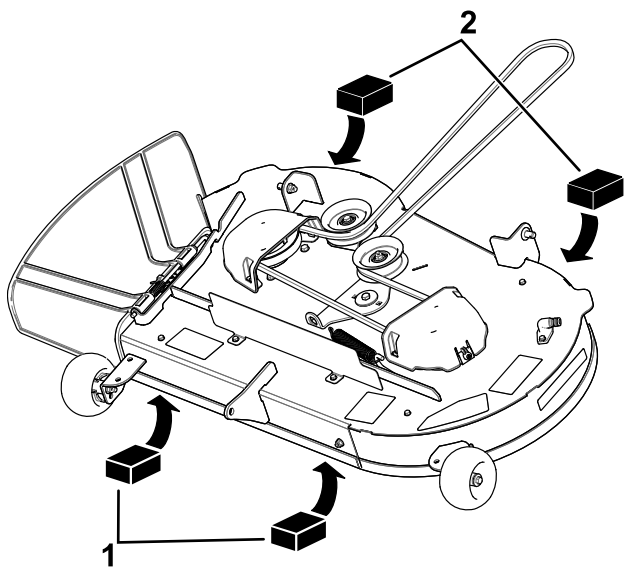
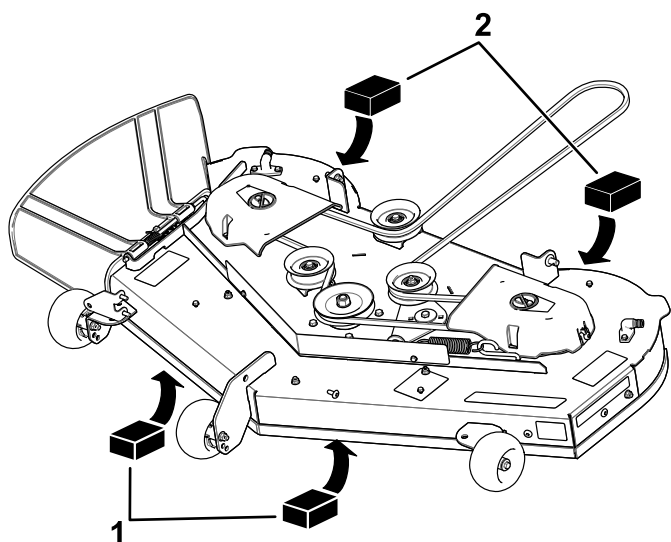

Figure 68
Figure 69
4. Placez 2 cales de 6,6 cm d'épaisseur chacune sous chaque côté du bord avant du plateau de coupe, mais pas sous les supports des galets anti-scalp (Figure 68 ou Figure 69).
5. Placez 2 cales de 7,3 cm d'épaisseur chacune sous le bord arrière de la jupe du plateau de coupe, une de chaque côté (Figure 68 ou Figure 69).